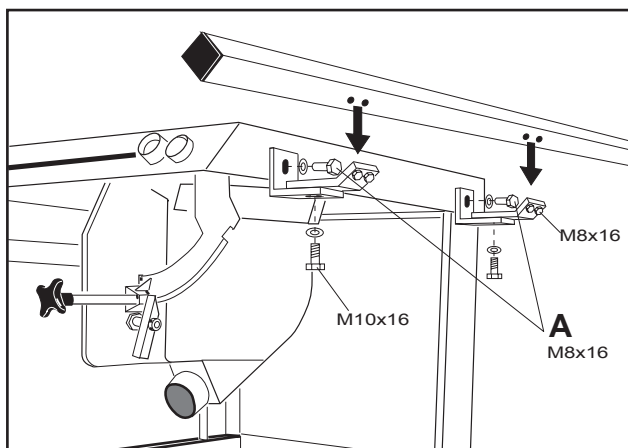

Fig. 1
- Kontroller at spaltekniven sitter riktig montert (fig. 1).
- Fest brakettene for styreskinnen til sagen. Alle skruer festes løst. (fig. 1)
- Juster høyden på rulleanlegget i plan med svingskiven på sagen med skruene **A** (fig.1).